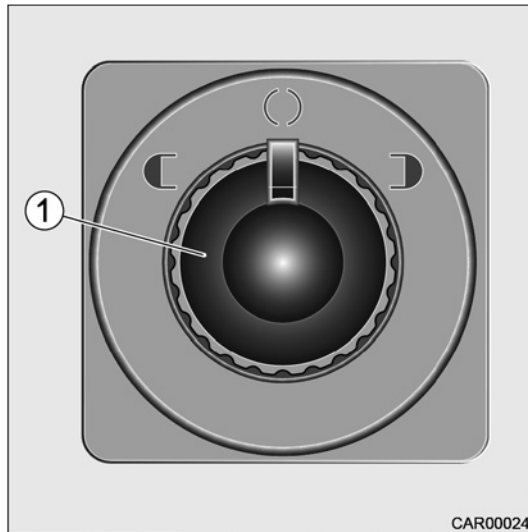

Fig. 53 Bouton de commande
1. Tourner le bouton (Fig. 53/1) vers la gauche pour régler le rétroviseur extérieur de gauche.
2. Tourner le bouton (Fig. 53/1) vers la droite pour régler le rétroviseur extérieur de droite.